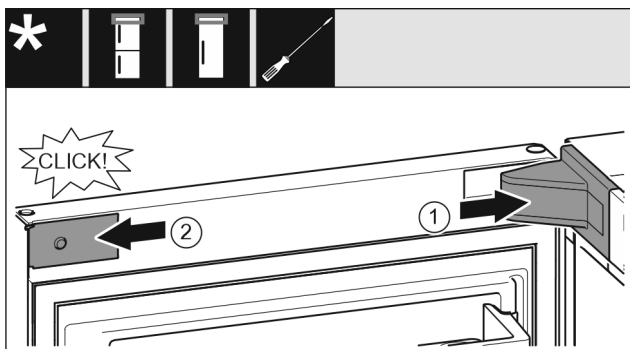

Fig. 28
- Nasadte a zaklapněte kryt stojanu ložiska Fig. 28 (1), příp. opatrně přitlačte od sebe.
- Z boku nasadte záslepku Fig. 28 (2) a zaklapněte.